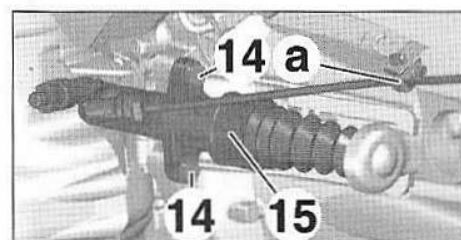

FIG.8
- Déclipper la canalisation hydraulique en (a) (Fig.8).
- Déposer les vis (14).
- Écarter le cylindre récepteur (15) (sans ouvrir le circuit hydraulique).